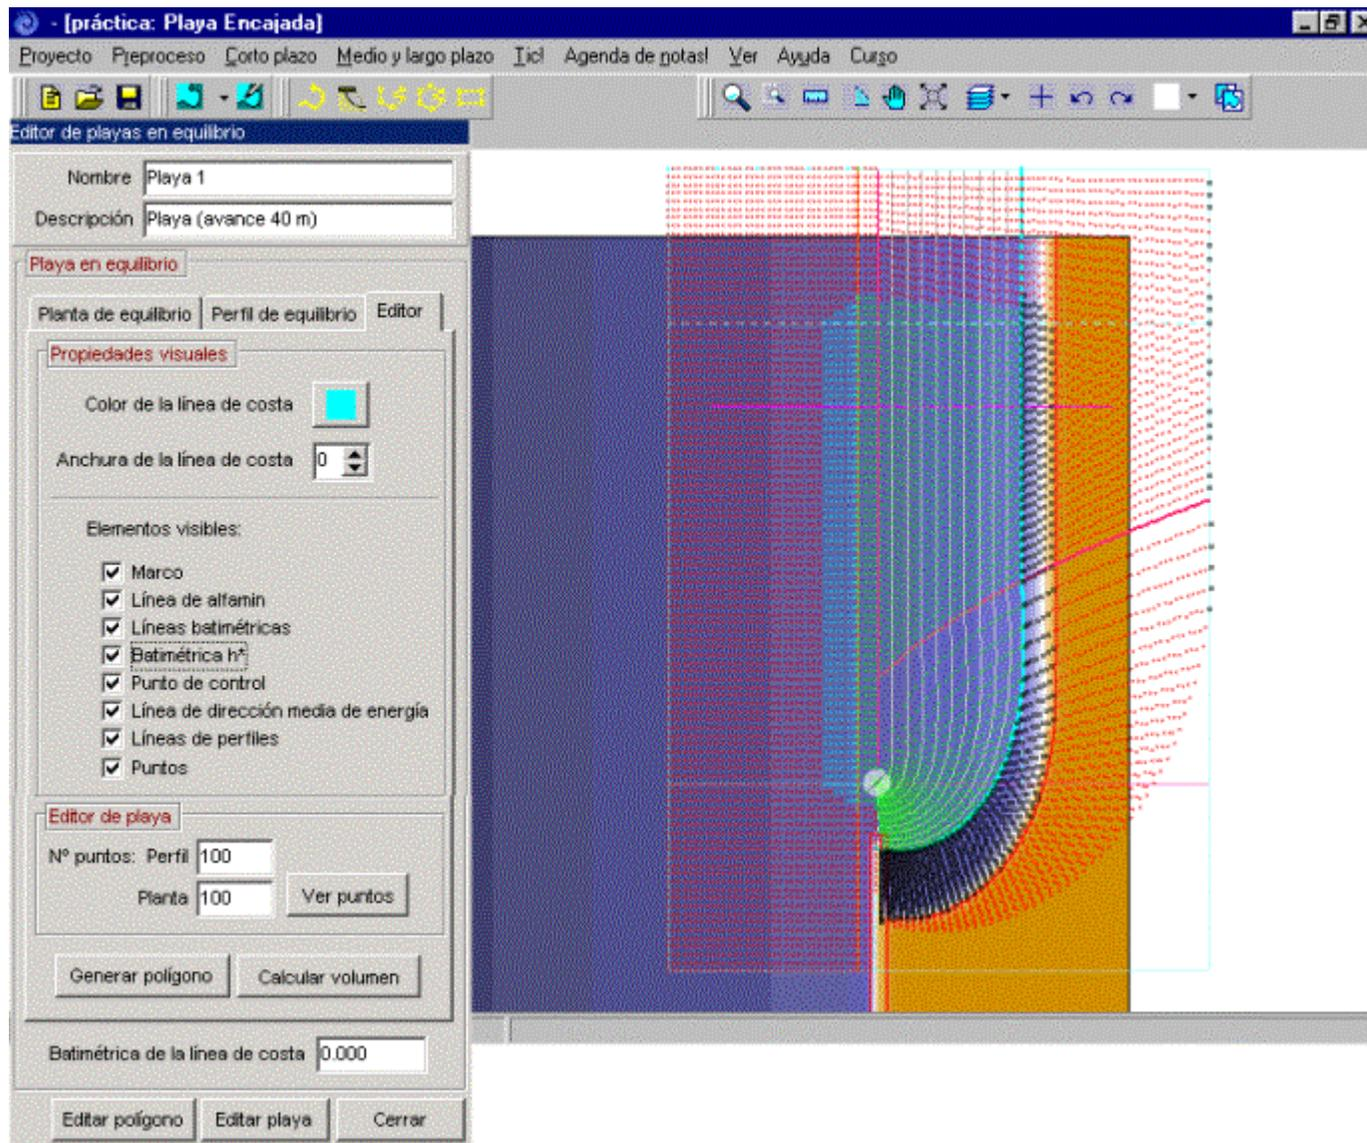

Figura 7.9
- Volver de nuevo al editor de playas en equilibrio, donde hemos definido la forma en planta y perfil de la playa (ver figura 7.9), pulsar la pestaña de la página “editor”, y a continuación en elementos visibles seleccionar la caja en blanco de “puntos”, acción con la cual podemos visualizar sobre el plano unos puntos de color blanco asociados a la playa en equilibrio. Ahora pulsando el botón “Ver puntos”, después de varias acciones de interpolación aparecen sobre el plano en color rojo los puntos de la batimetría base, en color negro los puntos sobre la zona de la berma, en color verde los puntos del perfil de equilibrio y en color azul los puntos en el talud de pie de playa (ver figura 7.9);